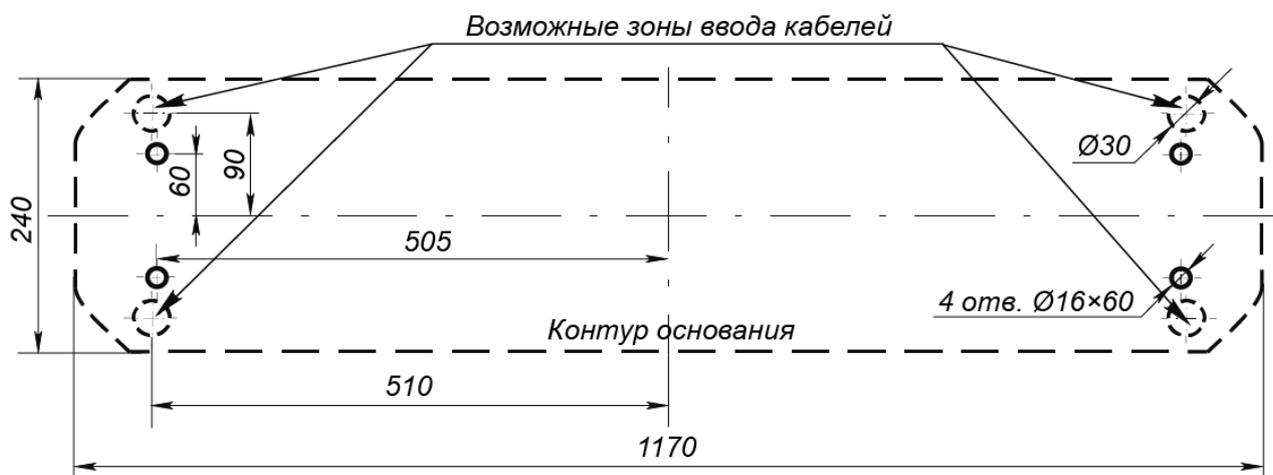

Рисунок 12. Схема разметки для установки стойки ЭП¹
4. Выполните на установочной поверхности в соответствии с рис. 12 разметку отверстий для монтажа стойки.
5. При необходимости прокладки кабелей под поверхностью пола подготовьте в полу кабельный канал, подходящий к одной из зон подводки кабелей, указанных на рис. 12.